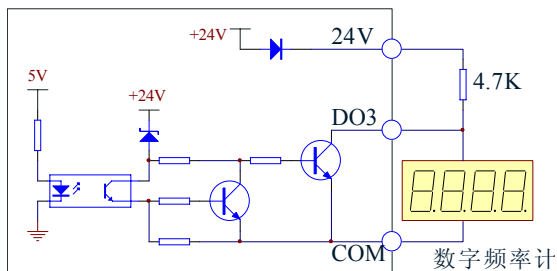

图 3-27 输出端子D03连接方式1
- 3) 数字脉冲频率输出D03可使用变频器内部的24V电源, 接线方式请参见图3-27。